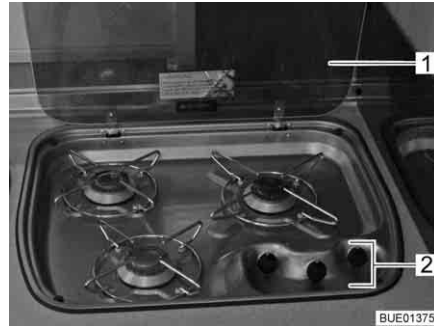

Fig. 210 Cocina de gas
- Abrir la tapa (Fig. 210,1) de la cocina de gas.
- Girar el regulador giratorio (Fig. 210,2) correspondiente al quemador deseado a la posición de encendido (llama alta).